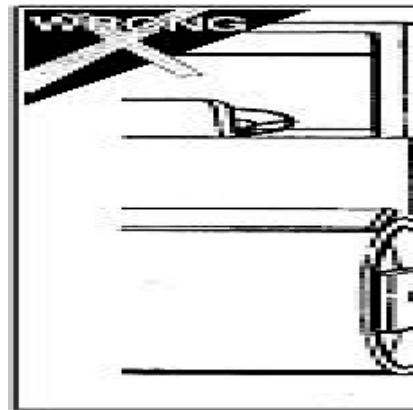

Рис. 1-13
- Никогда не поднимайтесь на каток, когда он находится в движении. Для подъема и спуска с машины используйте поручни и лестницу. Спрыгивать с машины запрещено (Рис. 1-13).